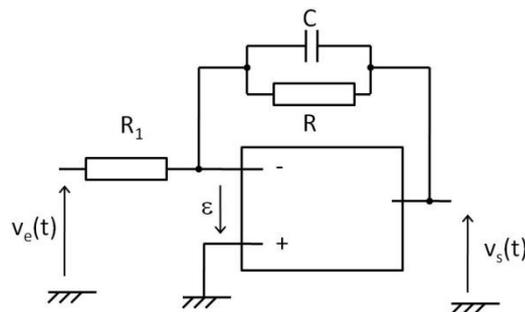

Figure 2
2) On réalise le montage de la Figure 2. L'amplificateur opérationnel (AOP) utilisé est supposé idéal, c'est-à-dire que son impédance d'entrée est infinie, son impédance de sortie est nulle, que son gain en tension ainsi que sa bande passante sont infinis et que la différence de potentiel ε , entre ses entrées est nulle. Le signal appliqué en entrée est $v_e(t)$, le signal de sortie est $v_s(t)$.